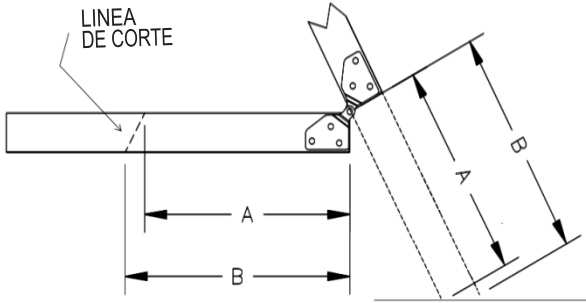

FIGURA 10
B. Mida la distancia desde la sección media al suelo a lo largo de la escalera, para las longitudes A y B (Figura 10). Registre los resultados en el espacio provisto en la Tabla 2. Tome mediciones tanto para los rieles izquierdo y derecho.